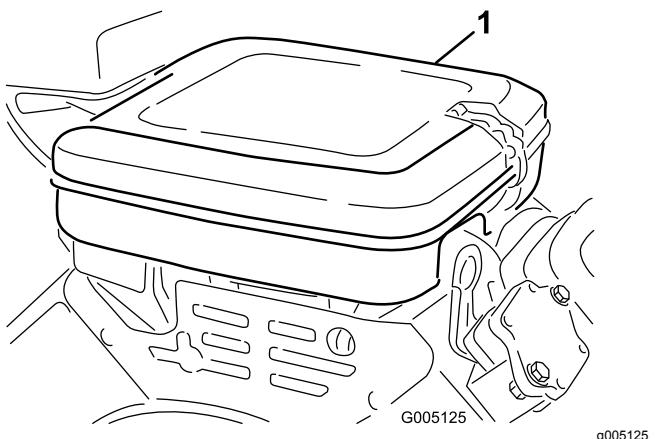

Рисунок 34
- Очистите крышку воздухоочистителя (Рисунок 34).